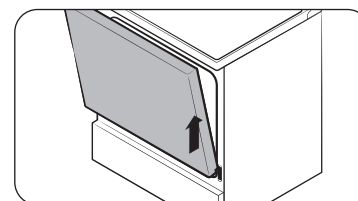

Fig. 2
- Soulevez et retirez la porte jusqu'à ce que le bras de la charnière soit enlevé de son logement (Fig. 2).